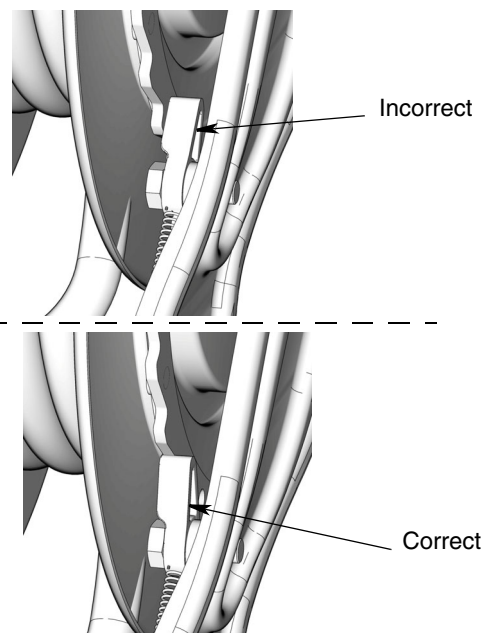

FIG. 4
*Débarassez-vous des 4 vis (101) et rondelles (102) fournies dans le kit de montage à embase. Ce matériel n'est pas suffisamment solide pour supporter l'enrouleur de cordon, le cordon et les accessoires et doit uniquement être utilisé pour des applications de montage à rail ouvert.
2. Assurez-vous que le cliquet n'est pas coincé (FIG. 4). (Consultez également les informations générales sur l'installation à la page 8.)
1. **Montage au plafond uniquement** : positionnez l'enrouleur de cordon de sorte que son socle soit tourné vers le haut. Assurez-vous que le cliquet n'est pas coincé (FIG. 4, 9). (Consultez également les informations générales sur l'installation à la page 8.)
1. Assurez-vous que le cliquet n'est pas coincé (FIG. 4, 9). (Consultez également les informations générales sur l'installation à la page 8.)